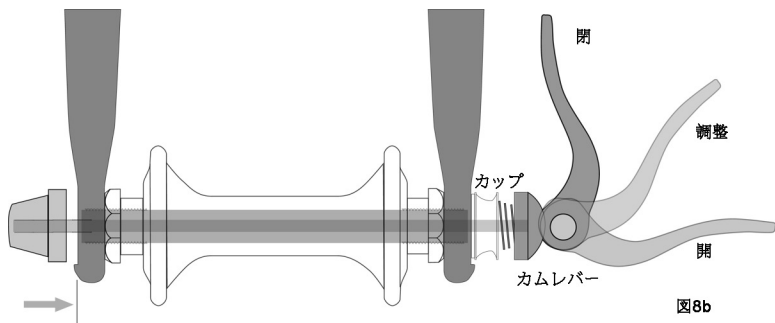
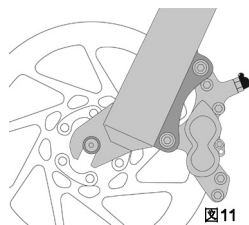
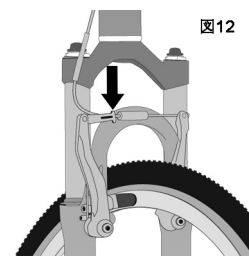

図8b
図11
図12
現在のオーバーセンター型のカム式ホイール保持機構には、従来のオーバーセンター型のカム機構（図8a）とカム・カップ機構（図8b）の2種類があります。両方とも、オーバーセンター型のカム作動を利用してバイクのホイールを所定位置に固定します。ご利用のバイクによっては、フロントホイールにカム・カップ方式、リアホイールに従来型のカム作動方式の保持機構が採用されている場合があります。
#### **b. カム・カップ機構（図8b）を調整する**
(1) ご利用のバイクがリムブレーキを搭載している場合は、ブレーキのクイックリリース機構を解除するとタイヤとブレーキシューとのすき間が開きます（セクション4.Cの図11から15までを参照）。
(3) ご利用のフロントフォークがクリップオン型の保持補助装置を採用している場合は、装置を解除し、ステップ（4）に進んでください。フロントフォークが一体型の保持補助装置および従来型のカム作動機構（図8a）を採用している場合は、ドロップアウトからホイールを取り外せるように張力調整ナットを緩めてください。フロントホイールがカム・カップ機構を採用している場合は、ホイールを取り外し、カップおよびカムレバーを一緒に押さえてください（図8b）。カム・カップ機構vの場合、どのパーツも回転させる必要はありません。
(4) フロントフォークからホイールを外す際に、手のひらでホイールの上部を軽くたたく必要がある場合があります。
(1) ご利用のバイクがカム作動機構のフロントホイール保持方式を採用している場合は、カムレバーをホイールから離れる方向に弧を描くようにして動かしてください（図8b）。これが開位置です。ご利用のバイクがスルーボルトもしくはボルト締め機構のフロントホイール保持方式を採用している場合は、次のステップに進んでください。
(3) 従来型のカム作動機構を採用している場合、調整位置にしたカムレバーを右手で握り、張力調整ナットを左手で締め付けてください。その際、フォークのドロップアウトに対して張力調整ナットがそれ以上回らなくなるまで、きつく締めてください（図8a）。カム・カップ機構を採用している場合、ナットとカップ（図8b）がフォークのドロップアウトの凹部分にはめ込まれているはずなので、調整の必要はありません。
(4) フォークのドロップアウトのスロット上部にホイールをしっかりと押し込んでください。その際、ホイールリムが左右のフォークから均等な位置にくるよう調整します。
(2) ご利用のバイクがリムブレーキを採用している場合は、ブレーキのクイックリリース機構を解除するとホイールリムとブレーキシューとのすき間が開きます（セクション4.Cの図11から15までを参照）。
(3) ディレクター（ギア）システムは、ディレクター本体を右手で引き戻してください。
(4) カム作動機構の場合、クイックリリースレバーを開位置にしてください（図8b）。スルーボルトもしくはボルト締め機構の場合、適切なレンチ、ロックレバー、一体型レバーなどを使用して留め具を緩めてください。その後、ホイールを前方へ押して、リアスプロケットからチェーンを取り外します。
(5) リアホイールを地面から約10cmほど持ち上げて、リアドロップアウトからリアホイールを外してください。
3. ディスクブレーキ（図11）やリニアブルブレーキ（図12）など、たいへん強力なバイクブレーキもあります。こうしたブレーキについては十分に理解しておき、実際に使用する際には細心の注意を払う必要があります。
リムブレーキの多くは、なんらかの形式のクイックリリース機構を備えています。これは、ホイールの取り外しや再取り付け時にブレーキシューによるタイヤの開放を可能にするものです。ブレーキのクイックリリースが開位置にある場合、ブレーキは作動しません。ご利用になっているバイクのブレーキが採用しているクイックリリースの仕組みについては、販売店から説明を受けて理解しておく必要があります（図12、13、14、15を参照）。また、バイクを利用する前には毎回必ず、両方のブレーキが正常に作動するかどうかをご確認ください。